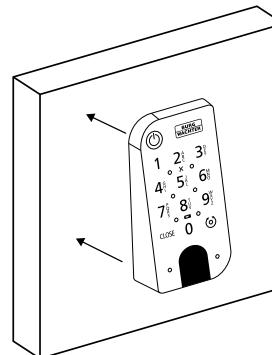

Fig. 8
- ③ Collez le clavier à la position souhaitée sur le mur (Fig. 8).